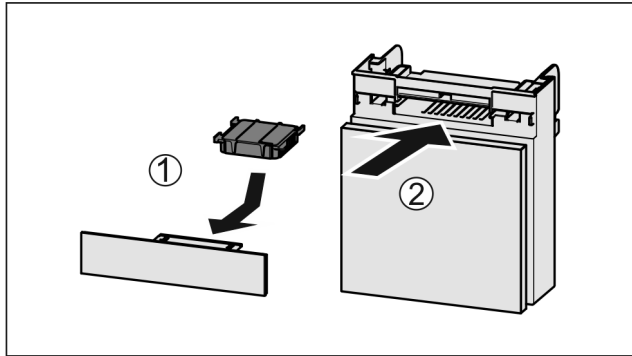

Fig. 141
- Aktif karbon filtresini şekildeki gibi yerleştirin Fig. 141 (1).
- Rafı içeri itin Fig. 141 (2).